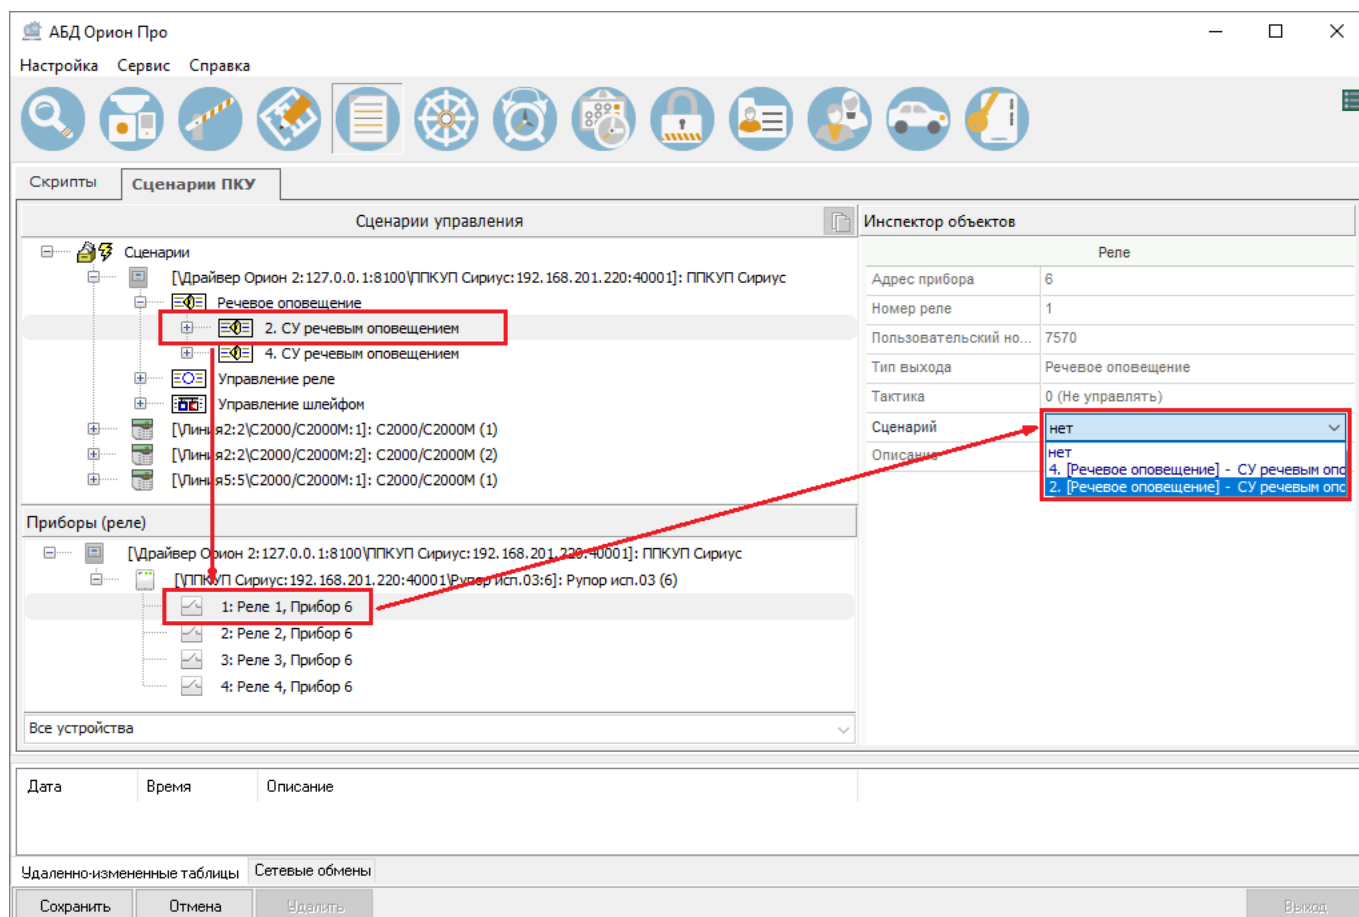

Рисунок 6-670 Привязка сценария речевого оповещения к реле прибора класса "Рупор"
- 3) в инспекторе объектов, где отобразятся свойства выбранного в дереве приборов прибора/ элемента прибора, задайте значение для свойства «Сценарии» (см. Рисунок 6-670) – в качестве значений для свойства «Сценарии» в выпадающем списке представлены все сценарии, заданные для соответствующего узла «Тип аппаратного сценария».